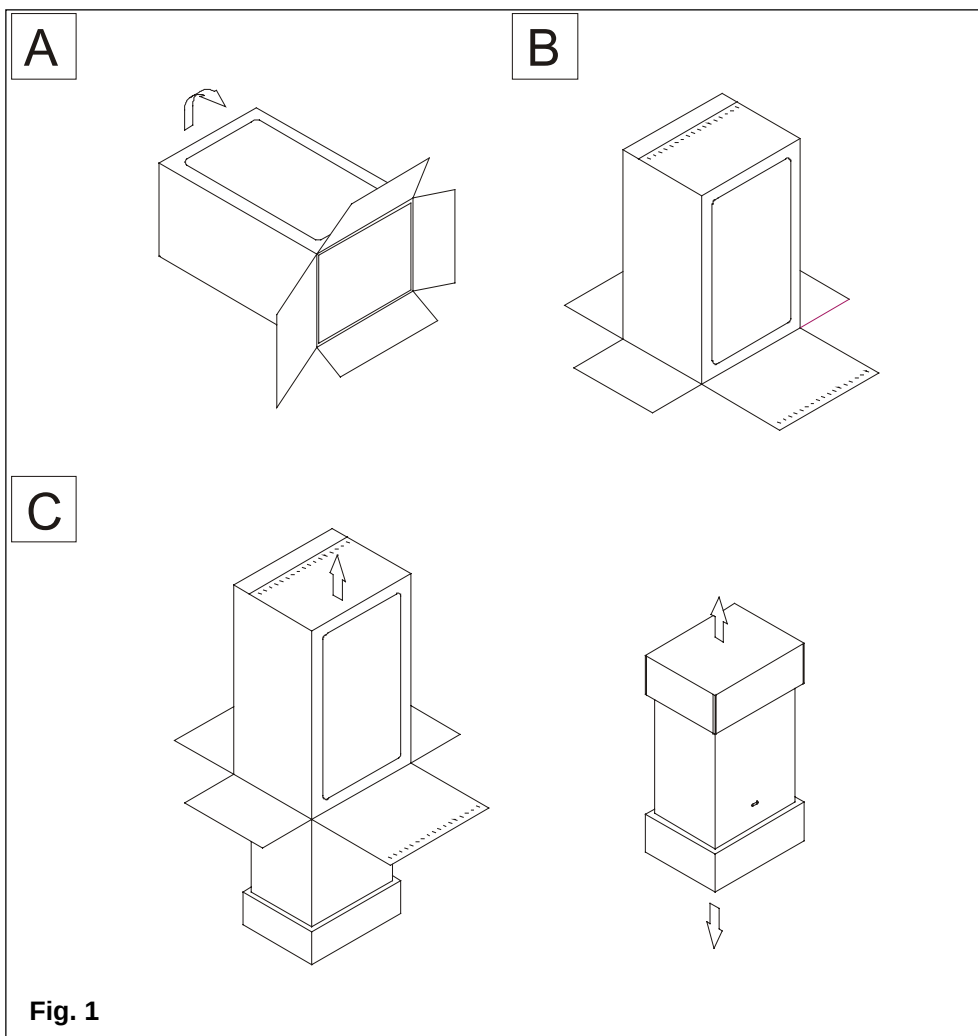

Fig. 1
A. adagiare (fig. 1) la caldaia imballata sul pavimento facendo attenzione che la freccia altoverso sia rivolta verso il basso e staccare i punti metallici presenti ed aprire le quattro alette della scatola verso l'esterno.